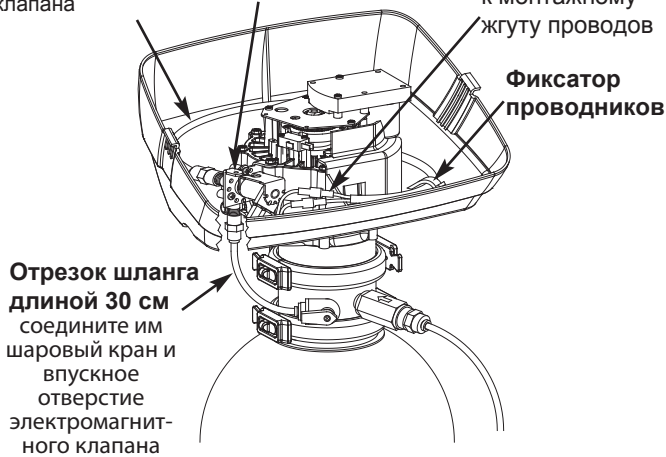

РИС. 16
г. Один конец шланга длиной 30 см (1 фут) подсоедините к шаровому крану на адаптере баллона, а второй конец шланга подсоедините к ВПУСКНОМУ отверстию электромагнитного вентиляционного клапана (см. Рис. 16).
- Подсоедините выводы от блока реле к соответствующим соединителям ранее установленного монтажного жгута проводов, который проложен вблизи электромагнитного клапана (см. Рис. 16).
- Проложите провода через фиксатор на нижней крышке, как показано на Рис. 16.